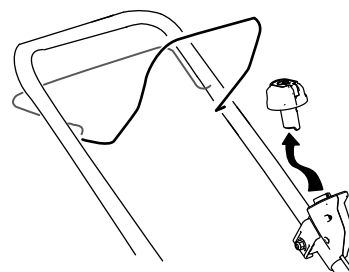

Figura 18
1. Îndepărtați butonul de pornire electrică (Figura 18).